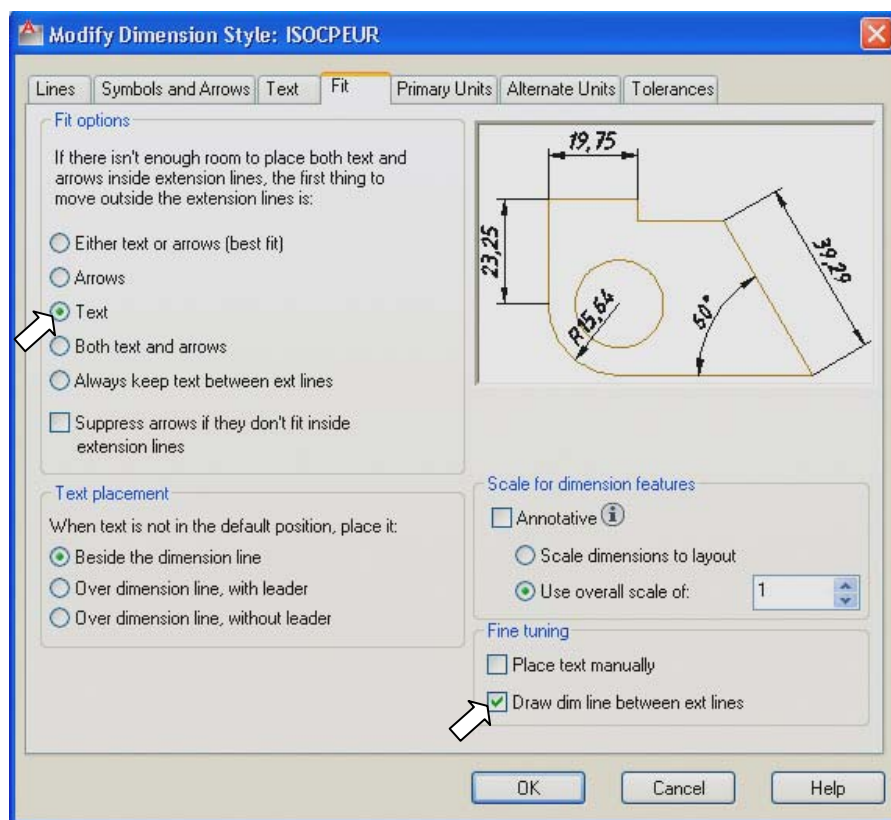

Рис. 3.19. Диалоговое окно **Modify Dimension Style** на вкладке **Fit** с установками нового размерного стиля **ISOCPEUR**
4. На вкладке **Fit** (Размещение) (рис. 3.19) задаются правила размещения размерного текста, стрелок, выносок и размерной линии в случаях, когда невозможно разместить все элементы размерного блока на обычных местах.